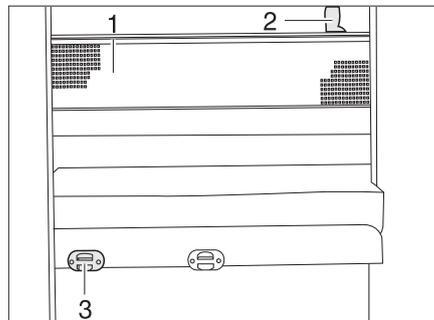

Bild 159 Sicherungsnetz
- Die Aufstiegsleiter mit den Holmen in die Halterung (Bild 159,3) an der Blende einhängen.
Das Sicherungsnetz (Bild 159,1) ist serienmäßig zwischen Matratze und Lattenrost verstaut. Das Sicherungsnetz erst aufspannen, wenn sich die Person bereits im Bett befindet.
- Die Haltebänder (Bild 159,2) in die Halterungen an der Decke einrasten.